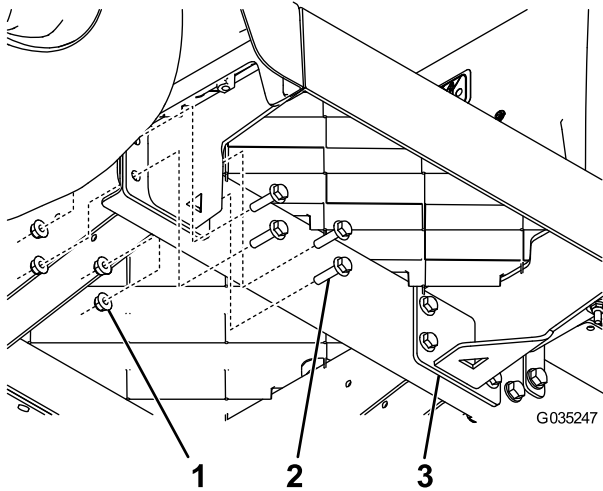

Figur 4
3. Fjern én av de eksisterende gulvplatestøttene (Figur 4).
5. Fjern den andre eksisterende gulvplatestøtten (Figur 4).